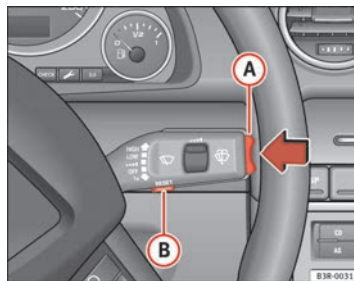

Fig. 58 Palanca del limpiaparabrisas: Interruptor-selector de funciones
- Pulse el conmutador-selector de funciones en la palanca del limpiaparabrisas **A** ⇒ página 88, fig. 58, en la parte superior o bien inferior, para modificar el valor programado. Un aumento o disminución de la velocidad podrá almacenarse a intervalos de 10 km/h.
- Pulse la tecla Reset dispuesta en la palanca del limpiaparabrisas **B** ⇒ página 88, fig. 58 hasta que aparezca tachado el símbolo de advertencia del límite de aviso 2.